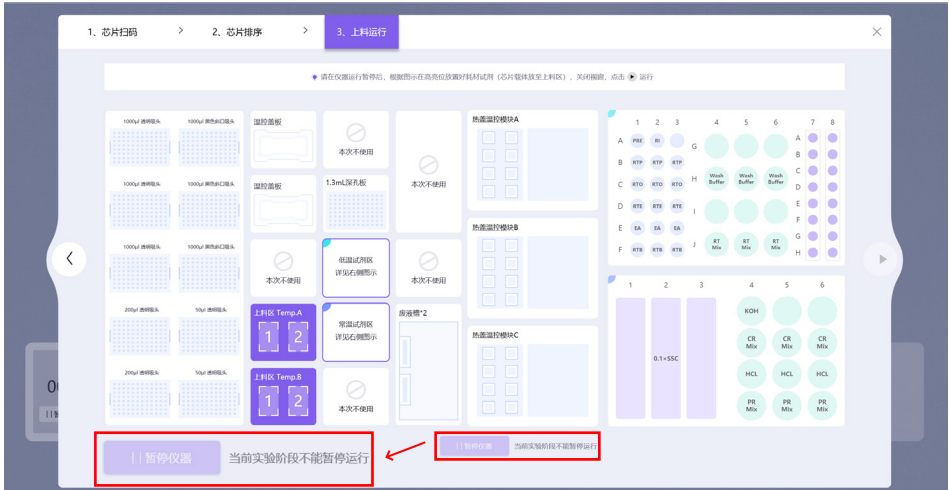

图 3-35 STOmics 软件流程至非上样窗口时的界面
- ⚠ 若流程运行不在多模块上样窗口时，软件底部的“暂停仪器”会无法点击，提示该步骤无法进行新模块上样（图 3-35）。